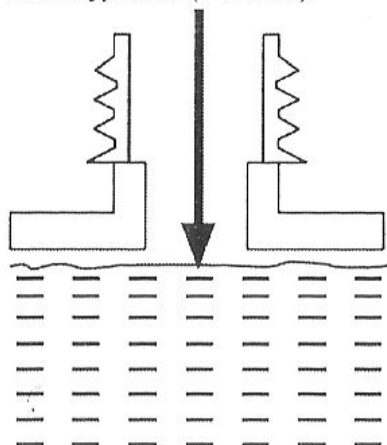

Рис. 12, максимальный уровень цепного масла
5. Не переливайте масло выше уровня (Рис. 12).